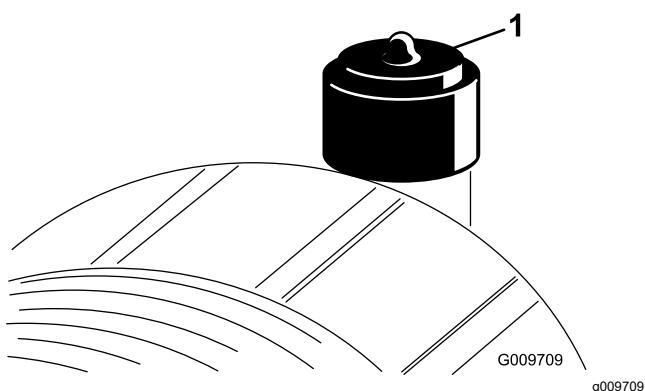

Figura 39
Revise el filtro del limpiador de aire únicamente cuando el indicador de mantenimiento (Figura 39) lo requiera. El cambiar el filtro antes de que sea necesario sólo aumenta la posibilidad de que entre suciedad en el motor al retirar el filtro.
2. Reinicie el indicador (Figura 39) si se ve rojo.